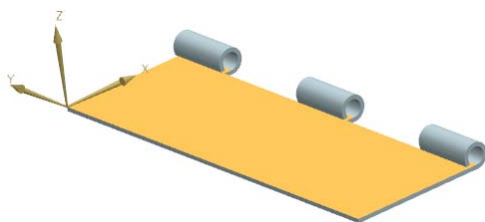

图 3-121 选择放置面
(2) 单击“绘制截面”按钮 , 打开“创建草图”对话框, 选择如图 3-121 所示的平面为草图绘制面。